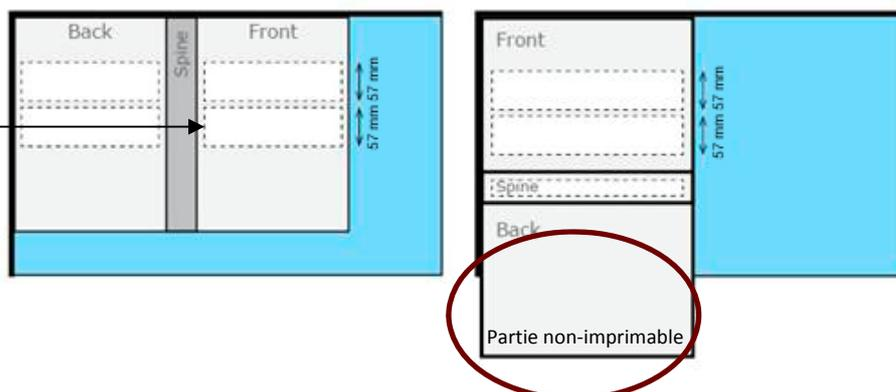

Figure 26: Rail en position verticale (Gauche) et rail en position horizontale (droite)
- Lorsque la couverture est placée en-dehors de la zone d'impression de la table, la partie basse est non-imprimable comme montré figure 26 (orientation horizontale de la couverture).